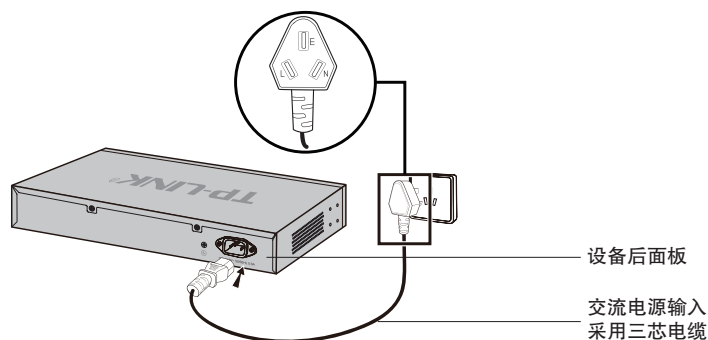

图2-5 PE线连接示意图
- 在一般的使用环境下,可通过设备配套的电源软线,采用交流电源的PE(保护地)线进行接地,如图2-5所示。